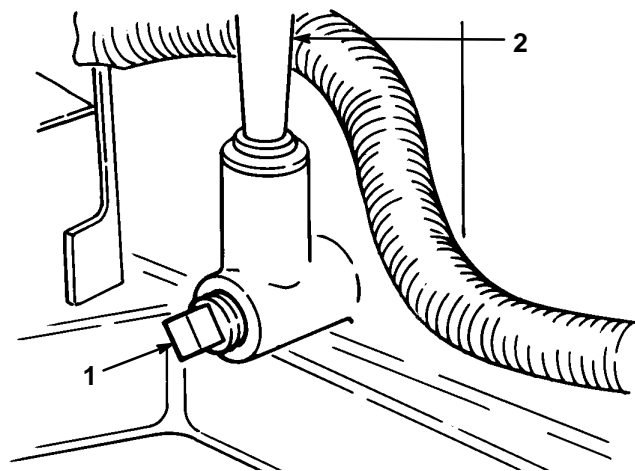

Abbildung 31
4. Eine Schale unter das Öleinfüllrohr stellen und die Ablaßschraube entfernen (Abb. 31).